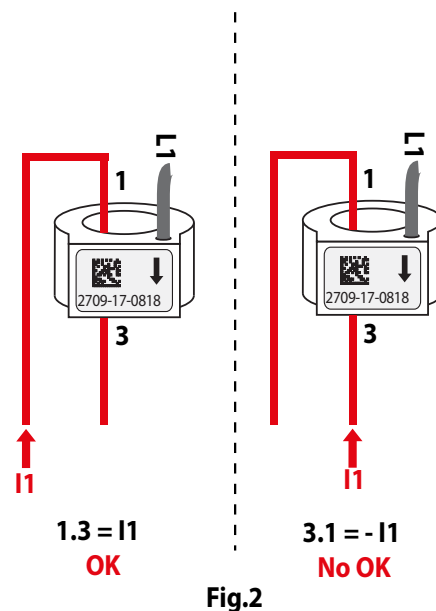

Fig.2
1.3 indica anche il verso corretto della corrente, nel caso venisse indicato **3.1** significherebbe che la corrente I1 ha il verso sbagliato, come indicato in Fig.2
1.3 also indicates the correct direction of the current, in the case if **3.1** was indicated it would mean that the current I1 has the wrong direction, as shown in Fig. 2
1.3 indique également la direction correcte du courant, dans le cas si 3.1 était indiqué, cela signifierait que le courant I1 a le mauvaise direction, comme indiqué sur la Fig.2
1.3 gibt in diesem Fall auch die richtige Richtung des Stroms an Wenn **3.1** angezeigt würde, würde dies bedeuten, dass der Strom I1 die hat falsche Richtung, wie in Fig.2
1.3 también indica la dirección correcta de la corriente, en el caso si se indicó **3.1** significaría que el I1 actual tiene el dirección incorrecta, como se muestra en la Fig. 2